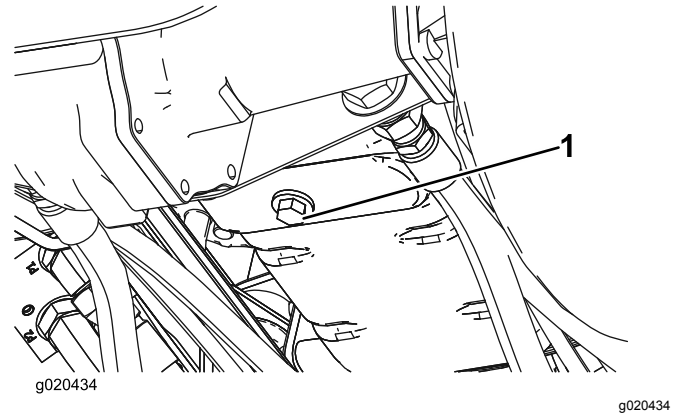

Bild 29
1. Entfernen Sie die Ablassschraube (Bild 29) und lassen Sie das Öl in die Auffangwanne ab. Schrauben Sie die Ablassschraube wieder ein, nachdem das Öl abgelassen ist.